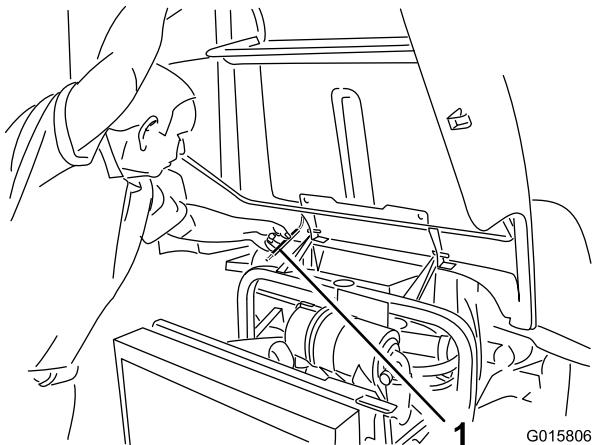

Figure 29
- Soulevez le capot jusqu'à ce que la béquille puisse être placée derrière le tube du châssis (Figure 29).